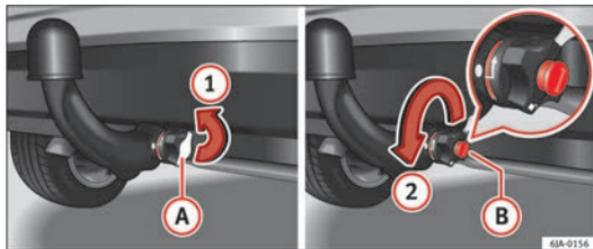
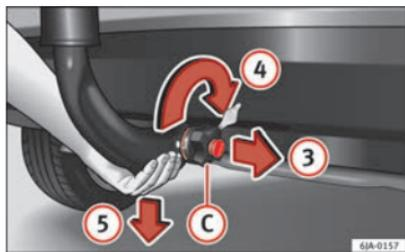

Abb. 120 Schussabdeckung entfernen / Schloss mit Schlüssel öffnen
Abb. 121 Kugelkopf-
- Nehmen Sie die Abdeckung (A) in Pfeilrichtung ① ⇒ Abb. 120 vom Schloss des Handrändelrads ab.
- Stecken Sie den Schlüssel (B) in das Schloss ein.
- Öffnen Sie das Schloss des Handrändelrads, indem Sie den Schlüssel (B) bis zum Anschlag in Pfeilrichtung ② nach links drehen – der Pfeil auf dem Schlüssel zeigt auf das Symbol „Schloss geöffnet“.
- Halten Sie die Kugelkopfstange von unten ⇒ Abb. 121 und entnehmen Sie das Handrändelrad (C) mit der anderen Hand in Pfeilrichtung ③.
- Drehen Sie das entnommene Handrändelrad bis zum Anschlag in Pfeilrichtung ④ und halten Sie es fest in dieser Position.
- Ziehen Sie die Kugelkopfstange in Pfeilrichtung ⑤ nach unten aus der Klemmbuchse.